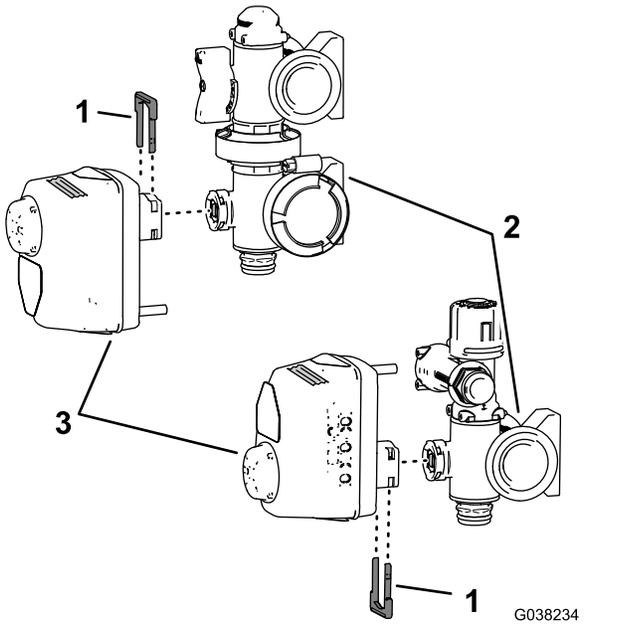

**Figure 53**
- Placez le débitmètre en face de l'adaptateur réducteur situé sur la vanne de pulvérisation générale en orientant la flèche du débitmètre vers la droite (Figure 53).